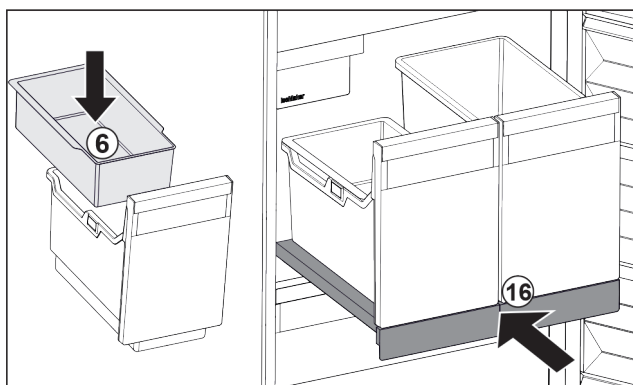

Fig. 91
- ▶ Поставете окачващата се поставка Fig. 91 (6) за ледени кубчета.
- ▶ Вкарайте изтеглящата се дъска със съдовете (IceTower). Fig. 91 (16)